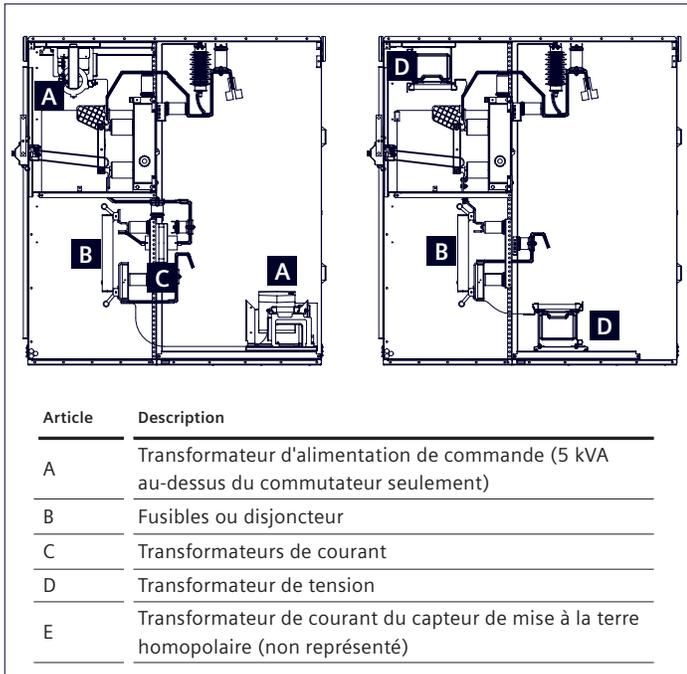

Figure 27 : Configurations typiques de VT, de CPT et de CT
- Un, deux ou trois VT avec fusibles principaux peuvent être situés dans une section, tel qu'illustré à la Figure 27 : Configurations typiques de VT, de CPT et de TC.
- Tel qu'illustré à la Figure 27 : Configurations de VT, CPT et CT typiques; une CPT monophasée de 5 kVA peut être montée au-dessus du commutateur. Toutes les CPT de plus de 5 kVA seront montées dans le compartiment arrière. Tous les transformateurs de tension fournis avec les fusibles principaux associés.
- Jusqu'à un tomodynamomètre (précision standard) peut être monté autour de chaque tube d'isolateur primaire, du côté secteur ou du côté charge des fusibles ou disjoncteurs primaires, comme illustré à la Figure 27 : Configurations typiques de VT, de CPT et de CT. Cela permet de fournir jusqu'à deux CT par phase dans une section d'appareillage de commutation SIEBREAK.